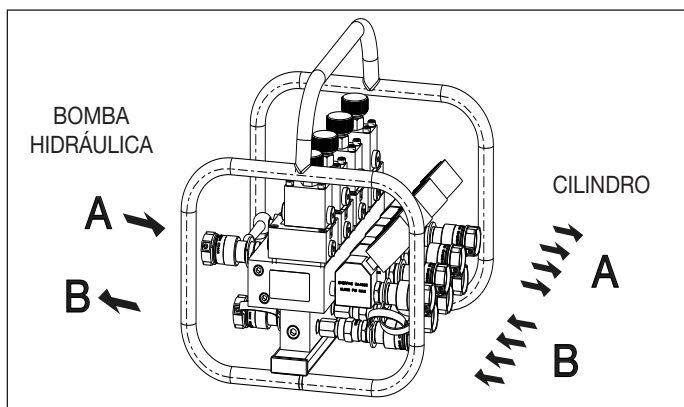

Figura 3, Esquema de Conexões para o Coletor SFM42
Consulte a Figura 3 para referências.
- Avançar o cilindro: Com o botão rotativo de cada válvula de controlo do fluxo, selecione o fluxo por saída desejada. Coloque a válvula de alívio na bomba hidráulica principal 1,500 - 2,900 psi [100 - 200 bar] mais alta do que a pressão de trabalho dos cilindros. Opere a bomba hidráulica e a válvula direcional de modo a que o fluxo de óleo seja direcionado a uma velocidade controlada da bomba hidráulica para a entrada "P" do Coletor de Fluxo Dividido. Certifique-se de que a válvula de redução foi manualmente fechada no sentido dos ponteiros do relógio antes de iniciar a operação. O fluxo de óleo será direcionado da saída "A" para a câmara grande do cilindro para estender o êmbolo (veja a Figura 3). O fluxo de óleo retorna através da porta "B" para o reservatório.